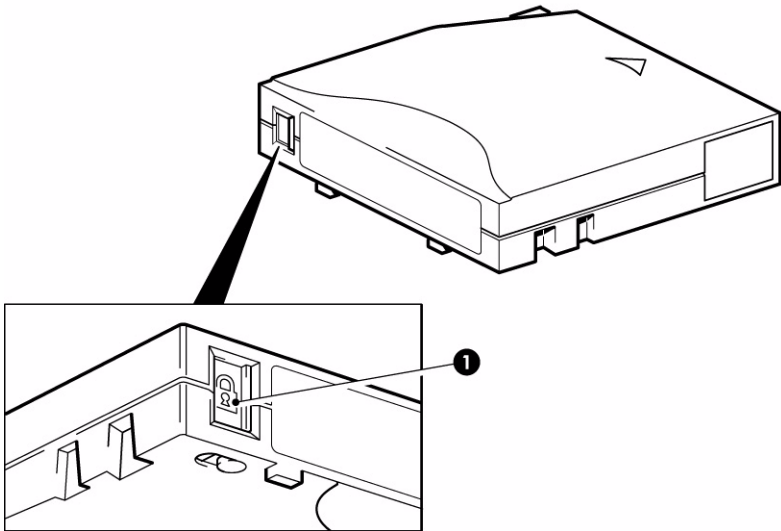

図 5: カートリッジの書き込み禁止
- カートリッジを書き込み可能にするには、カートリッジのツメを左に押し、データの書き込みができるようにします。書き込み禁止用のツメの場所は、19 ページ の 図 5 を参照してください。